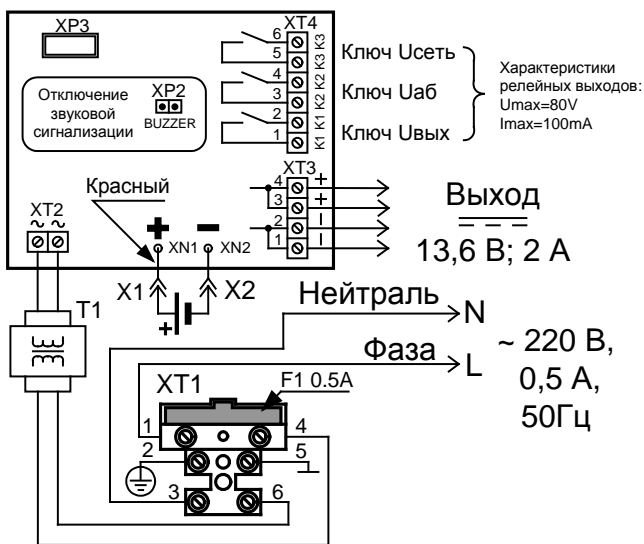

Рисунок 1 Схема подключения РИП
1.2.15 РИП обеспечивает возможность отключения звуковой сигнализации путём снятия перемычки с разъёма ХР2 (расположение разъёма показано на Рис. 1.).
ВНИМАНИЕ! При подключении внешнего питающего напряжения 220 В к сетевой колодке необходимо соблюдать правильность подключения проводов «фаза» и «нейтраль». Подключение производить в соответствии с рисунком, расположенным на внутренней стороне корпуса или в соответствии с Рис. 1 данной этикетки.
- подключить нагрузку к выходной клеммной колодке, соблюдая полярность (ХТ3/1,2 – «-», ХТ3/3,4 – «+», см. Рис. 1).
выходы оптореле К1, К2 и К3 к шлейфам сигнализации приборов согласно Рис. 1. Состояния цепей оптореле приведены в Таблице 1.